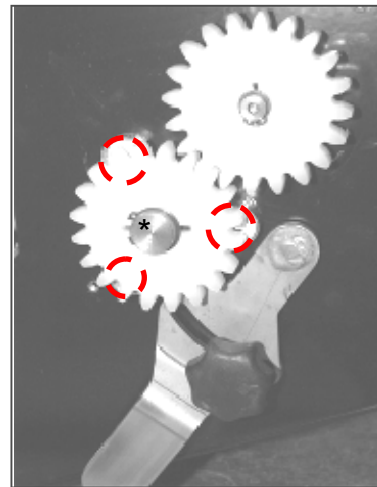

Abb. 1: Splint* heraus schlagen
- Beim Säwellenzahnrad Splint heraus schlagen! (Abb. 1)
- Die 3 Schrauben herunterschrauben (Siehe Markierung-Abb. 1)